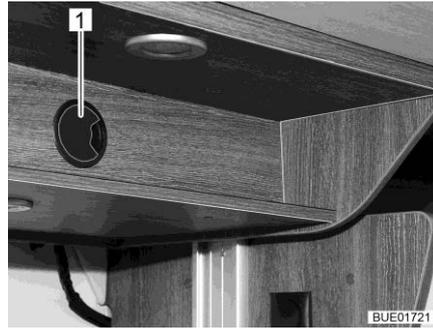
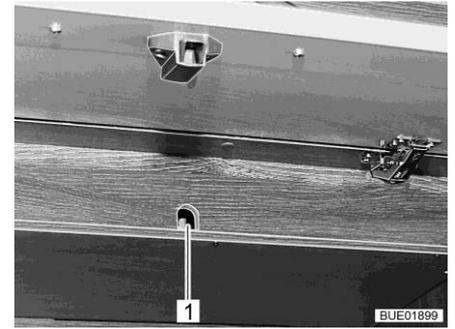

Bild 144 Zugang zum Antrieb
Bild 145 Zugang zum Antrieb
- Wenn vorhanden, den Deckel von der Zugangsöffnung (Bild 144,1 oder Bild 145,1) abziehen.